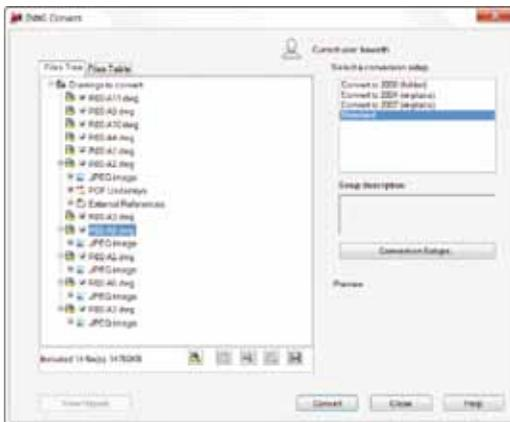

Рис. 20
- Рис. 20. Настройки файлов перед конвертацией
- Подготовка или изменение настроек печати файлов перед конвертацией (рис. 20).